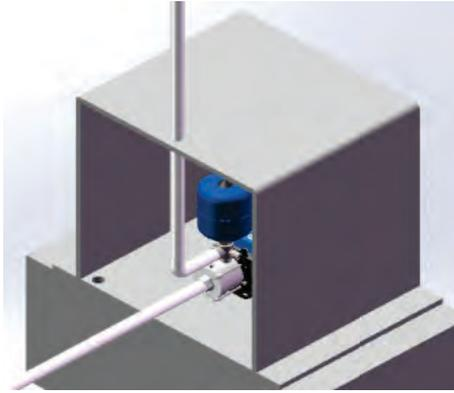

Figura 4
6.14 O pressurizador deve ser instalado em local coberto, ventilado e com proteção contra intempéries (ver figura 4)